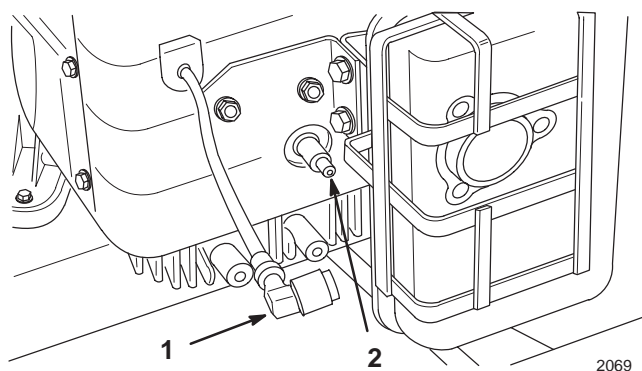

Abbildung 20
Zündkerzenstecker von der Zündkerze abziehen (Abb. 20). Nun den Bereich um die Zündkerze reinigen, damit kein Schmutz in den Motor gelangen und ihn beschädigen kann.
2. Zündkerzenkabel wieder auf die Zündkerzen aufstecken (Abb. 20).